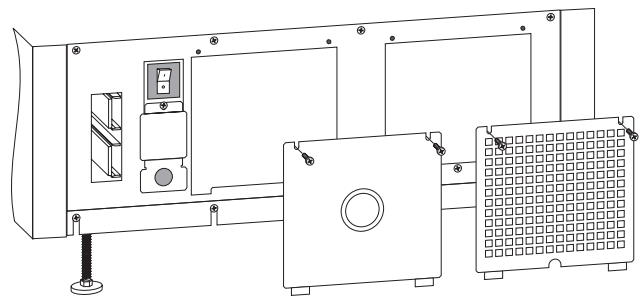

Рис. 4-1 Удаление панелей ввода и проверки входной проводной разводки
1. Смотри рис. 4-1. Найдите в задней части шкафа панель ввода входной проводной разводки и панель проверки входной проводной разводки.